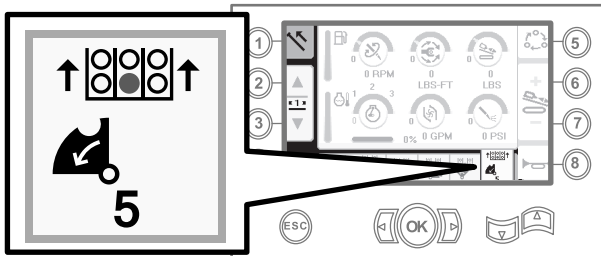

Рисунок 19
10. Отпустите перекидной переключатель, чтобы перейти к следующему этапу в последовательности действий (Рисунок 19).